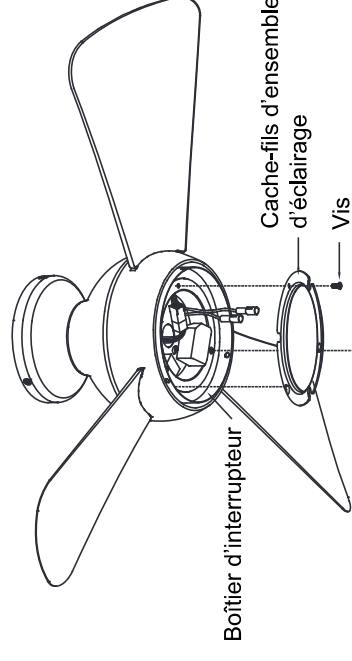

Fig. 15a
Étape 5. Si un ensemble d'éclairage doit être installé, passer à l'étape 7. Assembler le cache-fils de l'ensemble d'éclairage sur le boîtier d'interrupteur en utilisant les deux orifices en forme de clé. Replacer la vis retirée et serrer les trois vis (**Fig. 15a**).